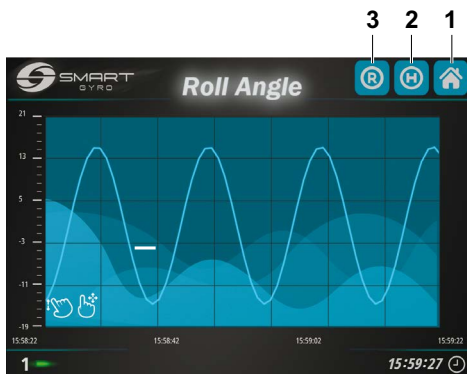

Abbildung 26
wird die Seite zur Überwachung des Rollwinkels auf dem Display angezeigt (Abbildung 26).
Durch Drücken des „R“-Symbols in der oberen rechten Ecke (Abbildung 26, (3)) wird die Visualisierung der Grafik gestartet; die Grafik scrollt nach links.
Durch Drücken des „H“-Symbols (Abbildung 26, (2)) werden die im permanentem Speicher des Displays gespeicherten Daten als Hintergrundprozess angezeigt.
Durch Drücken des Home-Symbols in der oberen rechten Ecke (Abbildung 26, (1)) gelangen Sie zurück zur Startseite.